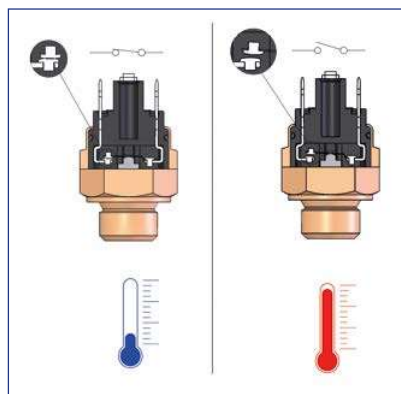

FIG. 2
- La rappresentazione di Fig. 2 mostra un termostato con contatti NORMALMENTE CHIUSI (N.C.) in assenza di temperatura. Vediamo infatti che in assenza di temperatura i contatti sono chiusi e il segnale è presente sui contatti esterni. Al raggiungimento della temperatura di taratura il contatto elettrico si solleva interrompendo il segnale.
- The diagram of Fig. 2 shows a Thermostat NORMALLY CLOSED (NC) contacts in the absence of temperature. We can see that the contacts are closed and the signal is present on the external contacts. When the temperature setting is reached, the electrical contact rises and interrupts the signal.